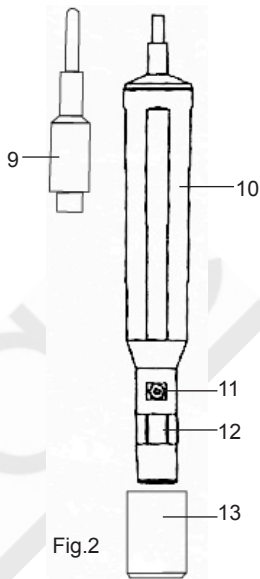

Fig.2
1) Conecte o plugue da sonda (9, Fig.2) no soquete de entrada localizado na parte inferior do aparelho (6, Fig.1).